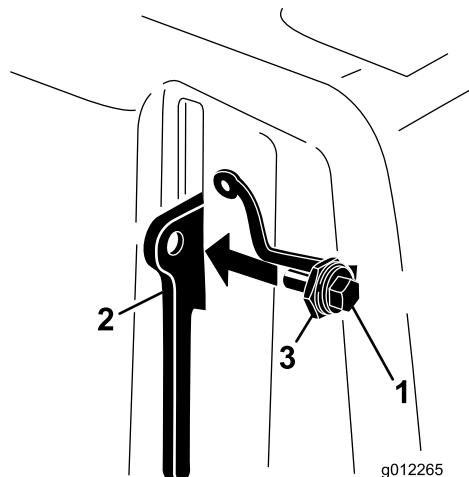

Figura 18
3. Enrosque el perno en la palanca de enganche (Figura 18).